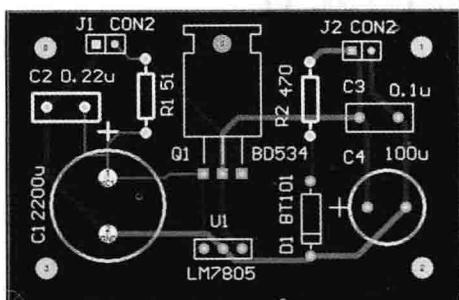

图 1-2 印刷电路板图
(2) 印刷电路板设计模块。印刷电路板 PCB 设计模块是由电路原理图到制作印刷电路板的桥梁，设计了电路原理图后，可以利用印刷电路板设计模块完成复杂印刷电路板图的设计。印刷电路板是用于安装电子元件组成电器产品的底板，图 1-2 为一张由 PCB 设计模块设计的印刷电路板 PCB 图。